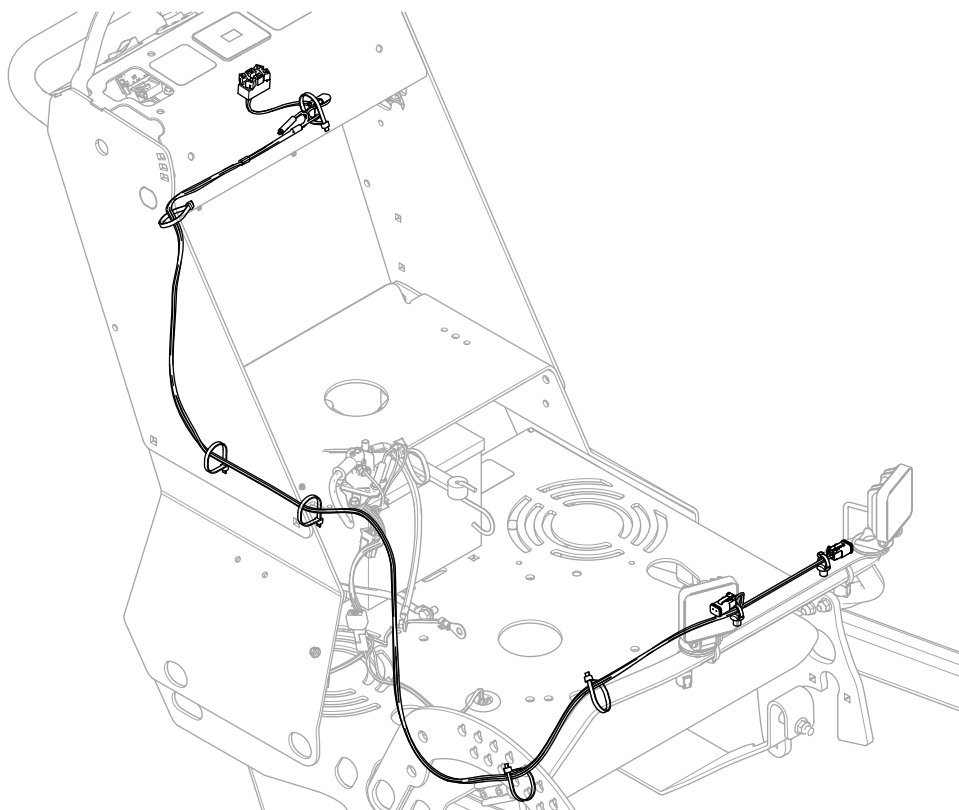

Figura 5
3. Disponete il cablaggio preassemblato lungo il lato destro della macchina come mostrato nella Figura 5.
4. Fissate il cablaggio preassemblato alla macchina con le fascette per cavi (Figura 5).